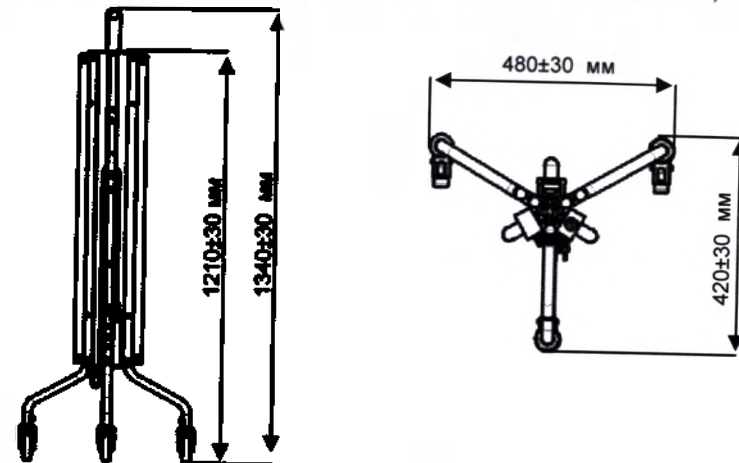

Рис. 1 Габаритные размеры Облучателя
2.4 Габаритные размеры, мм: $(480 \times 420 \times 1340) \pm 30$, (Рис. 1).